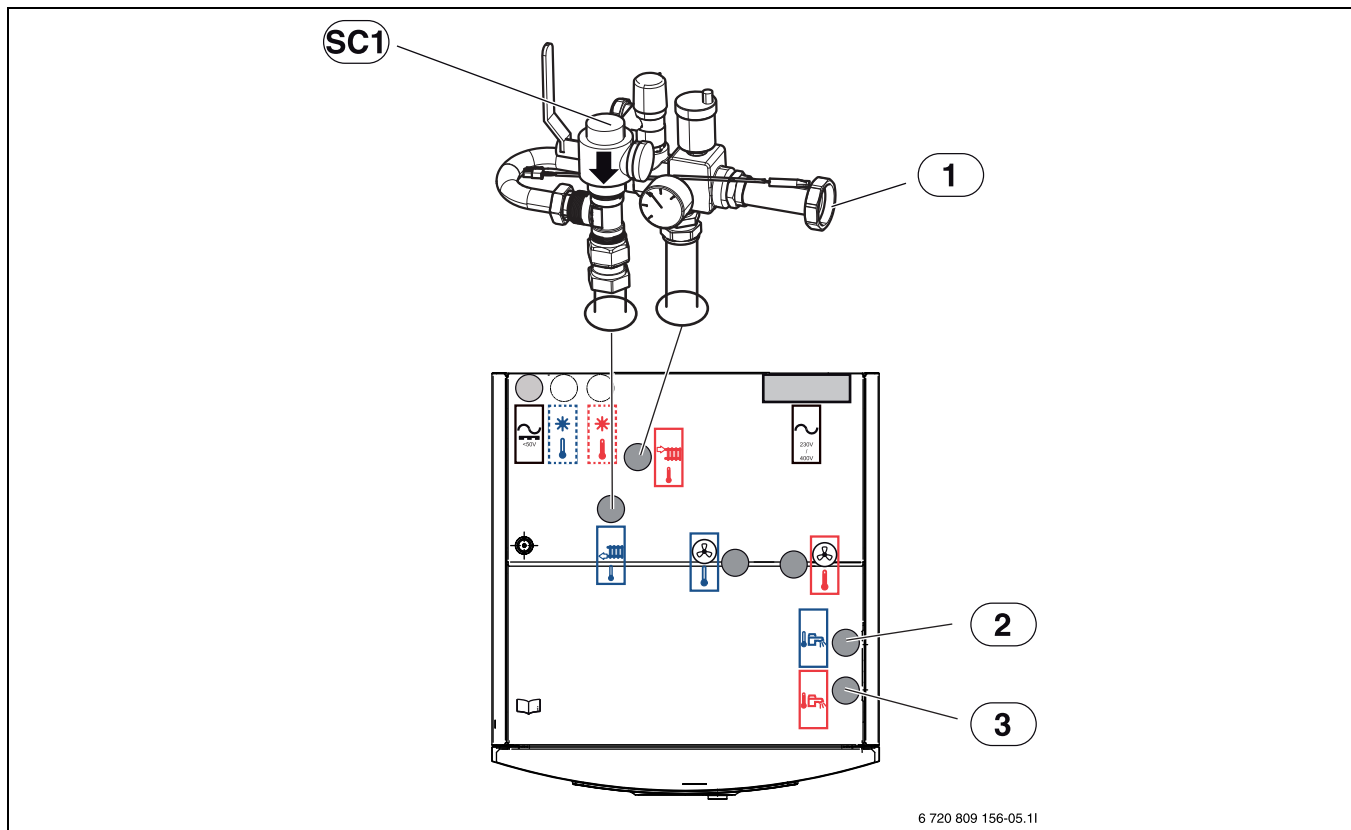

Fig. 9 Tilkoblinger til den innvendige enheten for varmeanlegget og varmtvannet
- ▶ Koble til sirkulasjonspumpen til varmeanlegget på [1] fig. 9.
- ▶ Koble til returledning varmebærer på partikkelfilter [SC1] fig. 9.
- ▶ Koble til kaldtvann på [2] fig. 9.
- ▶ Koble til varmtvann på [3] fig. 9.